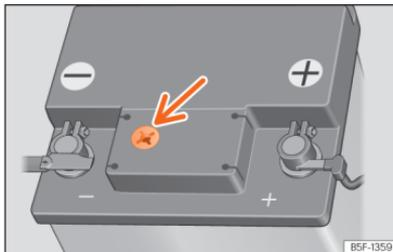

Abb. 244 Sichtfenster an der Oberseite der 12-Volt-Fahrzeuga-batterie (Prinzipdarstellung).
- Prüfen Sie die Farbanzeige im runden Sichtfenster an der Oberseite der Batterie »» » (Abb. 244).